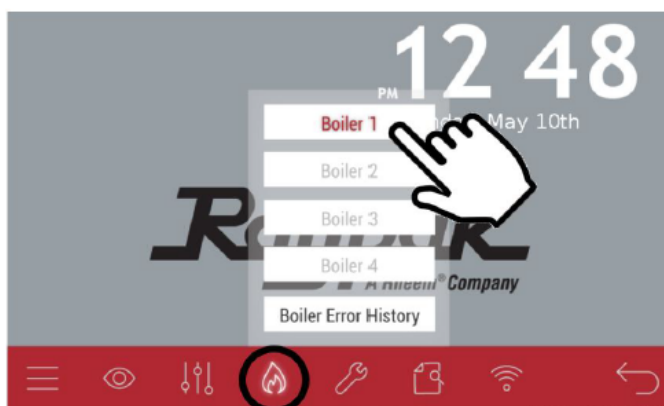

Figure 77. Option chaudière 1
2. Sur l'écran tactile, allez à Chaudière>Chaudière 1 selon la Figure 77.